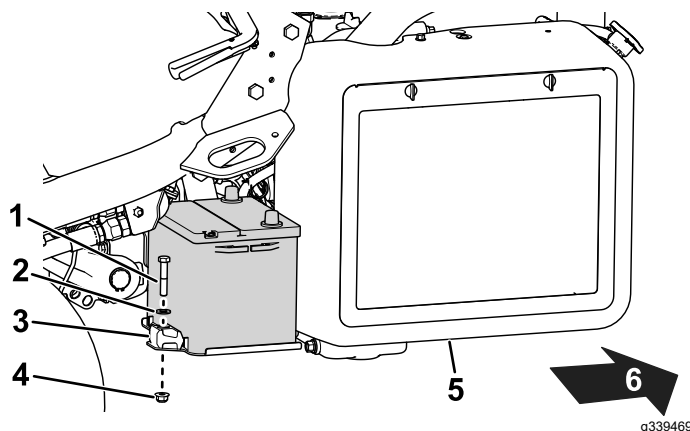

Figura 48
2. Retire las fijaciones que sujetan la batería a la bandeja (Figura 48) y levante la batería para sacarla.
5. Coloque la batería en la bandeja y sujétela con las varillas y las fijaciones que retiró anteriormente (Figura 48).